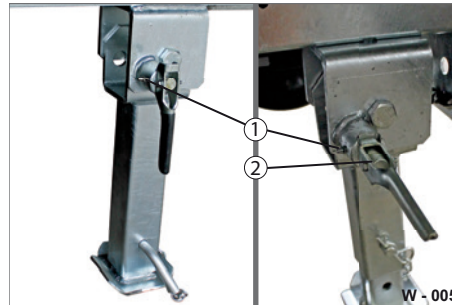

Abb. 5 Klappstützen schmieren
- ▶ Reinigen Sie die Schmiernippel (Abb. 5/1) mit einem sauberen, trockenen Lappen.
- ▶ Entfernen Sie ggf. Verunreinigungen wie Grashalme, Äste von den Lagerstellen (Abb. 5/2).